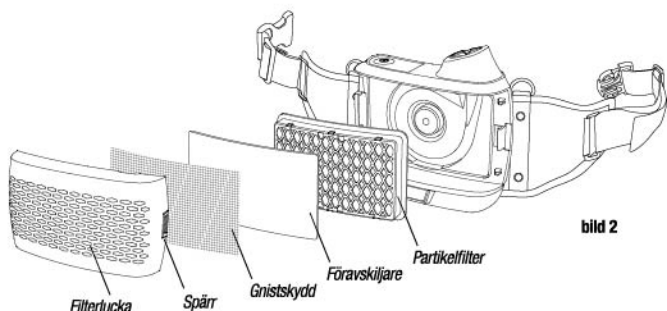

bild 2
- Montera partikelfiltret enligt bild 2.